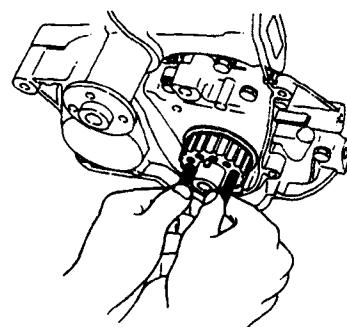

图 1-6 拆曲轴正时齿轮
(8)取下正时齿带外挡圈,拆下曲轴正时齿轮。拆时,可在曲轴正时齿轮上拧入两个 M8 的螺栓,然后将曲轴正时齿轮拉出(图 1-6)。